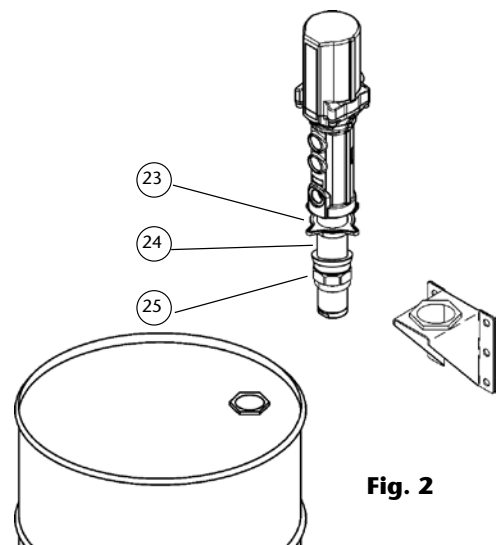

Fig. 2
Les pompes peuvent être installées directement sur fût, sur citerne ou bien encore sur un support mural muni d'un raccord 2" BSP (F) (Voir fig. 2).
- Desserrer le raccord en étoile (23) de l'adaptateur pour extraire la partie inférieure de ce dernier (25) et la fixer à l'orifice 2" du fût ou du support mural.
- Placer le raccord en étoile (23) ainsi que l'anneau (24) de l'adaptateur autour du tube.